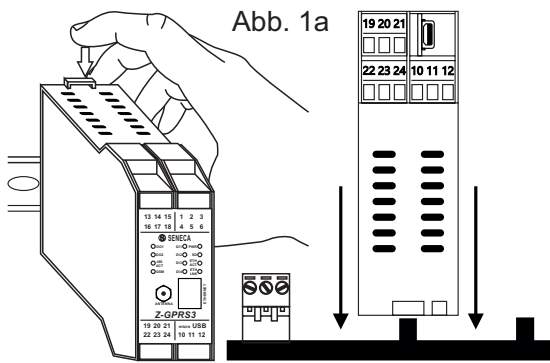

Abb. 1a
- 2) Setzen Sie die hintere Steckverbindung IDC10 des Moduls in einen freien Slot der Halterung für Hutschiene ein, wie auf Abb. 1a gezeigt. (das Einsetzen macht keine Fehler möglich, da die Steckverbindungen gepolt sind).
- 3) Ziehen Sie zur Befestigung des Moduls an der Hutschiene die beiden Haken an der hinteren Steckverbindung IDC10 an, wie auf Abb. 1a gezeigt.